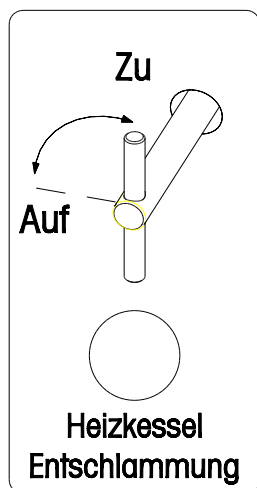
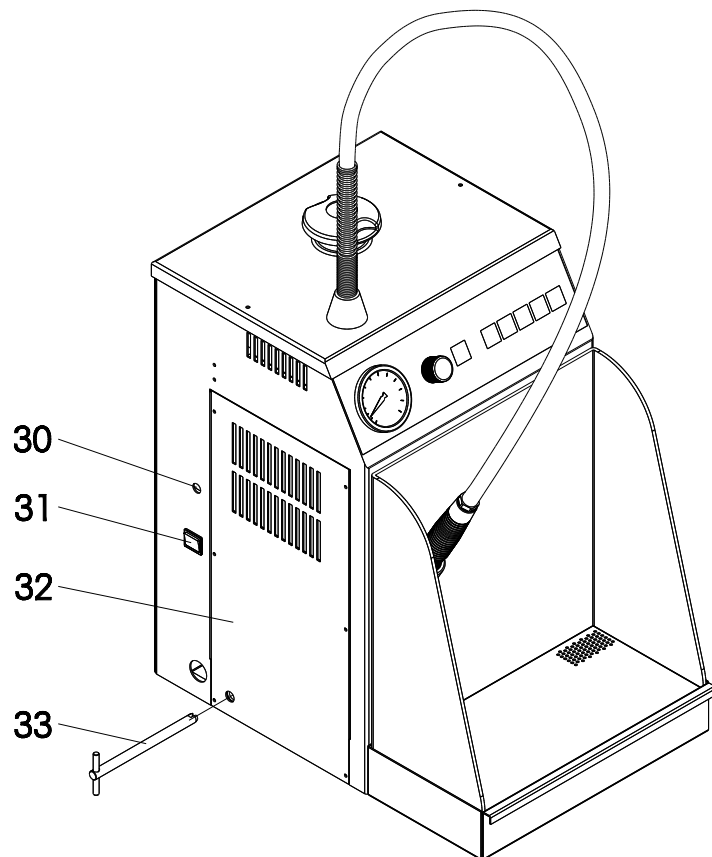

Abb. 7: Steckschlüssel
Abb. 8: Geräteansicht von links
- Den Wasserversorgungsumschalter (30), siehe Abb. 8, mit einem Schraubendreher drehen, so dass das blau gekennzeichnete Feld in Richtung Wasserhahn weist (blaues Feld weist nach unten).
1. Gerät auf externe Wasserversorgung umstellen, siehe Abs. 3.2.2.1. 2. Gerät einschalten. 3. Spülvorgang durchführen, siehe Abs. 5.1. 4. Nach Beenden des Spülens, Gerät am Hauptschalter ausschalten. 5. Ablassventil mit dem Schlüssel (33) öffnen, siehe Abb. 7 und Abb. 8, um den Heizkessel vollständig zu entleeren. 6. Ablassventil schließen. 7. Gerät auf interne Wasserversorgung umstellen, siehe Abs. 3.2.2.2. 8. Wasser aus dem Wassertank vollständig entleeren. 9. Gerät einschalten. 10. Wassertank mit Entkalkungslösung über den Einfüllstutzen befüllen und Dampfdruck 5 bar erzeugen, siehe Abs. 3.2.4. Dabei bitte den Hinweis unter Abs. 3.2.4 Pkt.6 auf Seite 8 der Bedienungsanleitung beachten. Es ist ein Entkalkungsmittel zu verwenden, wobei unbedingt die Anwendungshinweise (Einwirkzeit, Mischungsverhältnis) des Herstellers zu beachten sind. Bei der Verwendung von Essigessenz (25%) ist das Mischungsverhältnis 1:10 zu verwenden. Einwirkzeit mind. 8 Stunden. Das Gerät ist in der Zeit einige Male zu bewegen, um andere Kalkrückstände zu lösen.